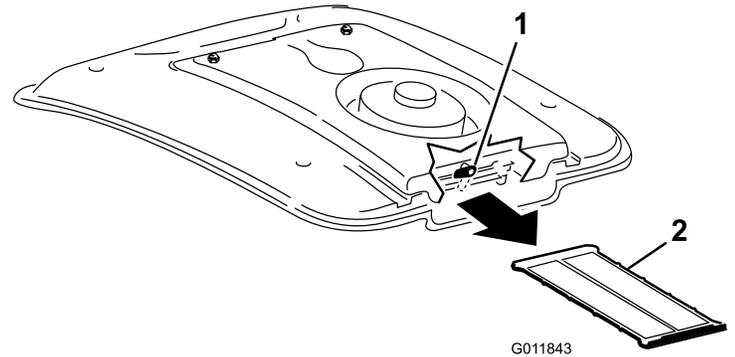

Bild 74
2. Drehen Sie den Riegel hinten an der Lüfterbefestigung zur Seite (Bild 74).
3. Schieben Sie das Klimaanlagegitter unter der Klimaaanlagenspule heraus (Bild 74).
4. Reinigen Sie das Gitter gründlich mit Druckluft (Bild 74).